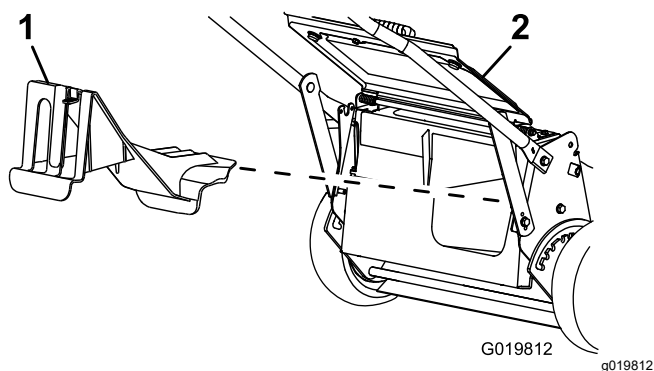

Figure 21
- Si l'obturateur d'éjection arrière n'est pas installé, saisissez-le par la poignée, relevez le déflecteur arrière et insérez-le dans la goulotte d'éjection arrière jusqu'à ce que le dispositif de verrouillage s'enclenche; voir Figure 21.
2. Retirez l'obturateur d'éjection arrière en appuyant sur le verrou avec le pouce et en tirant l'obturateur hors de la machine (Figure 21).